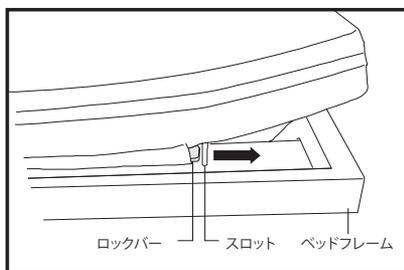

図 2
3. (図 2 と 3) に示すとおり、ロックバーの先端をヘッドフレームの頭部先端にある穴に通します。